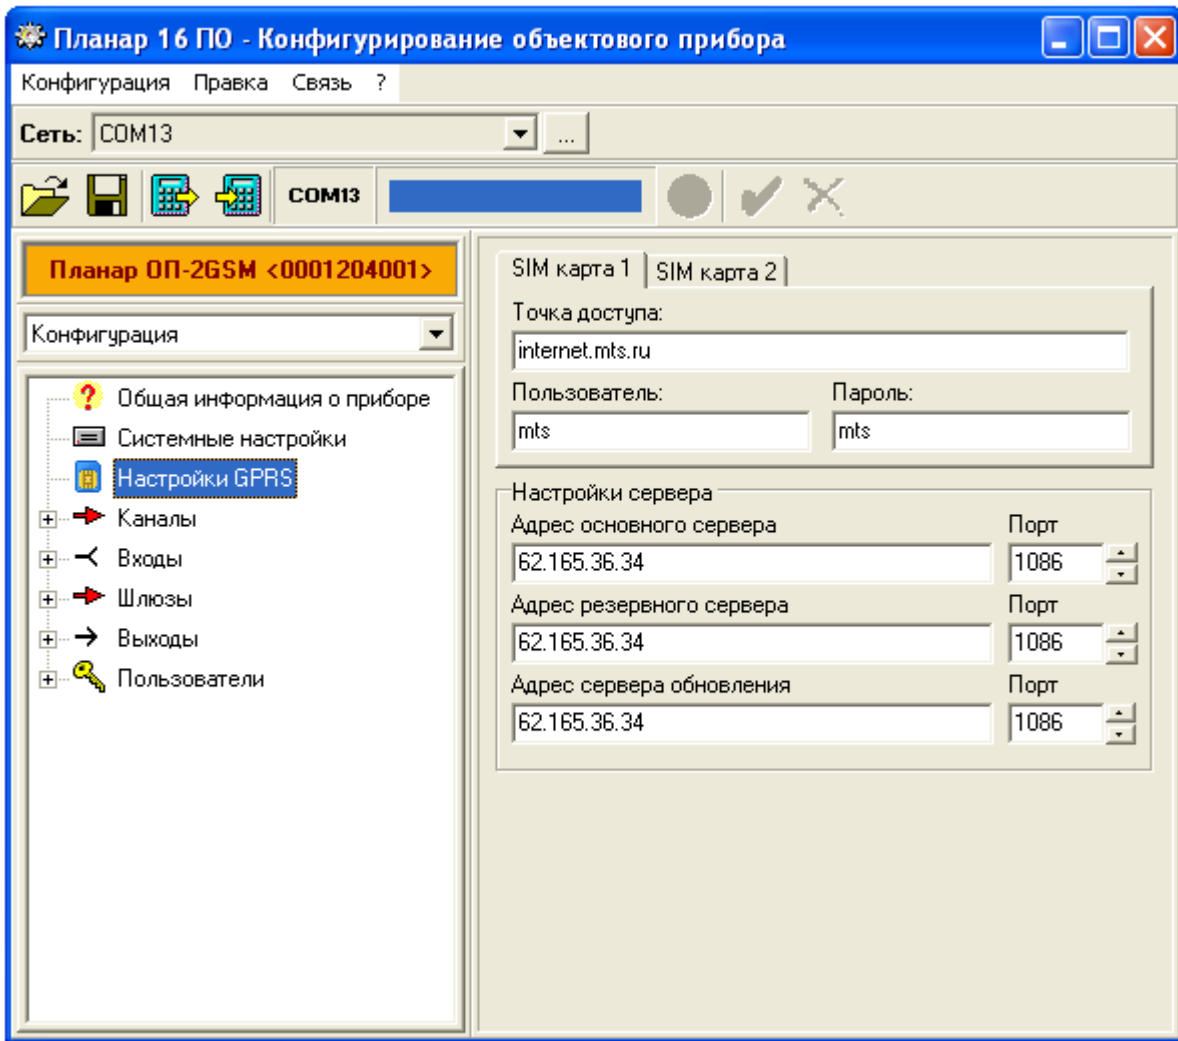

Рис. 13 Типовое окно редактирования GSM, GPRS настроек
12.2.7.1. Для редактирования настроек GPRS в дереве конфигурируемых параметров выберите параметр «Настройки GPRS» типовое окно программы конфигурирования объектового прибора при изменении настроек GPRS показано на Рис. 13.